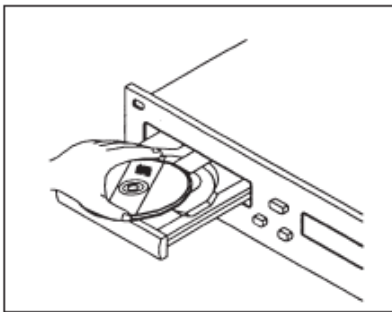
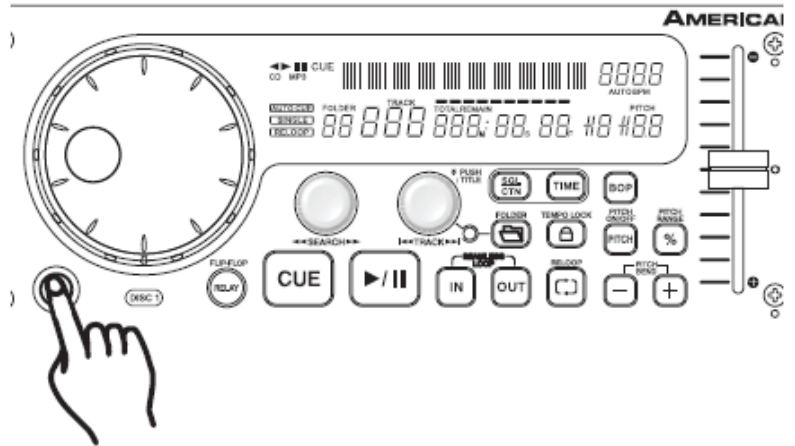

Figura 6: Quando si inserisce un disco nel lettore per i bordi e caricarlo con l'etichetta rivolta verso l'alto.
Figura 7: Premere il pulsante Eject per rimuovere il disco tenerlo sempre
MCD-710™ può riprodurre soltanto normali CD da 5" e 3". CD di forma irregolare od ovale non sono compatibili con l'apparecchiatura. Prendere sempre il disco lungo il bordo quando lo si inserisce nel lettore (vedere Figura 6). Inserire il disco con l'etichetta rivolta verso l'alto. Non toccare mai la faccia incisa (lato lucido del disco). Premere il PULSANTE EJECT (21) per rimuovere il disco dal vassoio, vedere Figura 7.